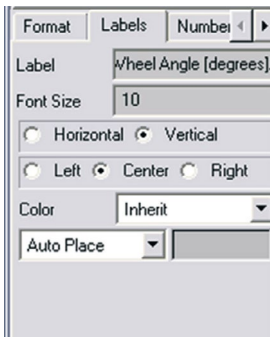

Figura 4.165 – Personalizando o eixo vertical.
- Para configurar o eixo horizontal do gráfico, selecione a aba *Labels*, conforme ilustra a Figura 4.165. No campo denominado *Label*, insira o texto: *Steering Wheel Angle [degrees]*.